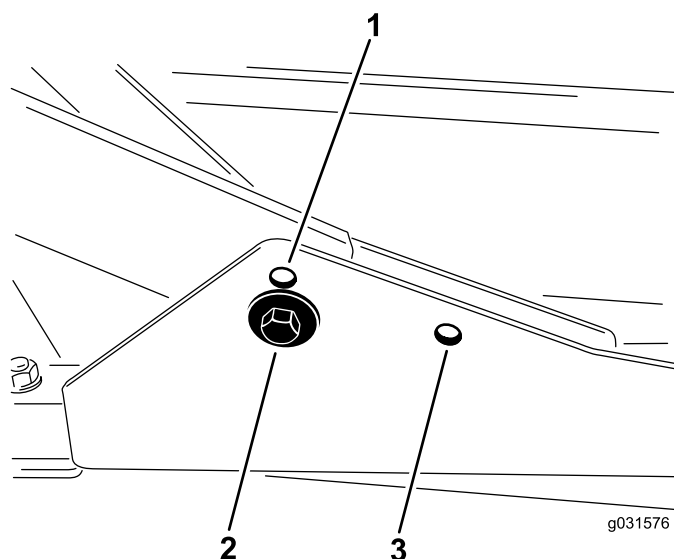

Bild 16
1. Befestigen Sie die vorderen Trägersrahmen für Schnitthöhen von 2 cm bis 7,6 cm in den unteren vorderen Befestigungslochern (Bild 16).
2. Befestigen Sie die vorderen Trägersrahmen für Schnitthöhen von 6,3 cm bis 10 cm in den oberen vorderen Befestigungslochern (Bild 16).
Das Heckmähwerk muss für alle Schnitthöhen in den hinteren Befestigungslöchern befestigt sind (Bild 16).